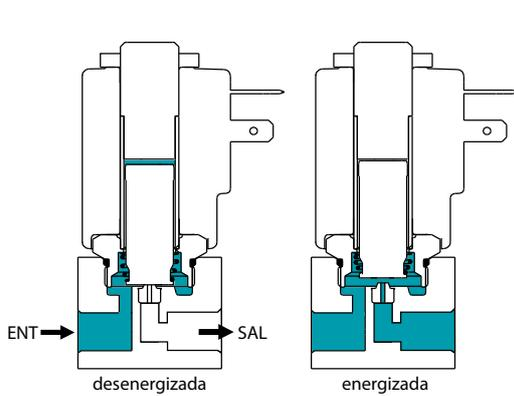

Fig. 1
- Normalmente cerrada (NC) Fig. 1 - la válvula cierra el flujo que atraviesa la válvula cuando la bobina está desenergizada.